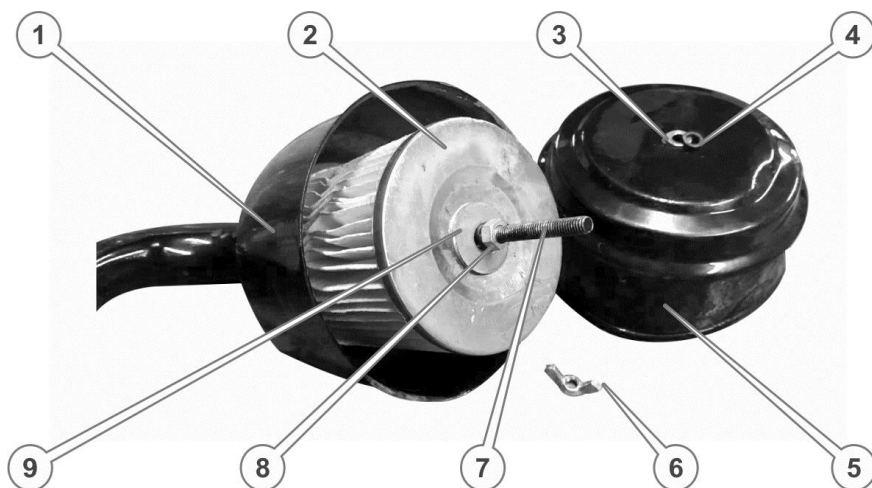

Рисунок 55. Повітряний фільтр з паперовим фільтрувальним елементом
1. Відкрутіть гайку-баранчик кріплення корпусу фільтра (6) та зніміть кришку (4).
2. Щоб звільнити паперовий фільтрувальний елемент (2), відкрутіть гайку (8) зі шпильки (7).
3. Зніміть кришку (5) корпусу повітряного фільтра.
4. Відкрутіть гайку (8) та вилучіть зі шпильки (7), гровер (4), шайбу (9), паперовий фільтрувальний елемент (2) та гумову прокладку, що знаходиться на дні корпусу (1).
7. Зберіть повітроочисник у зворотній послідовності, але закручуючи гайку (7) переконайтесь в герметичності встановленого фільтра. Між паперовим фільтром (3), шайбою (8) та гайкою (7) не повинно бути зазорів (див. рис. 55.)